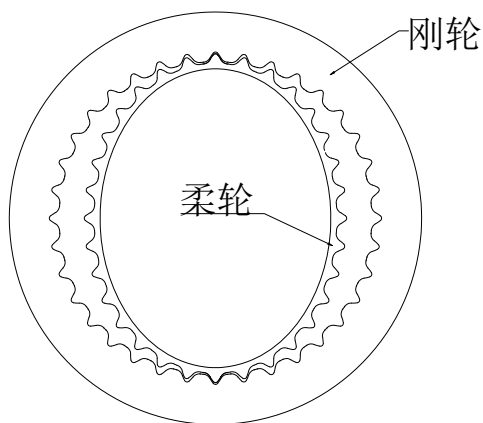

图 1
3. 安装凸轮后,请确认柔轮与刚轮啮合是180度对称的(图1),如偏向一边(图2)会引起震动并使柔轮很快损坏。